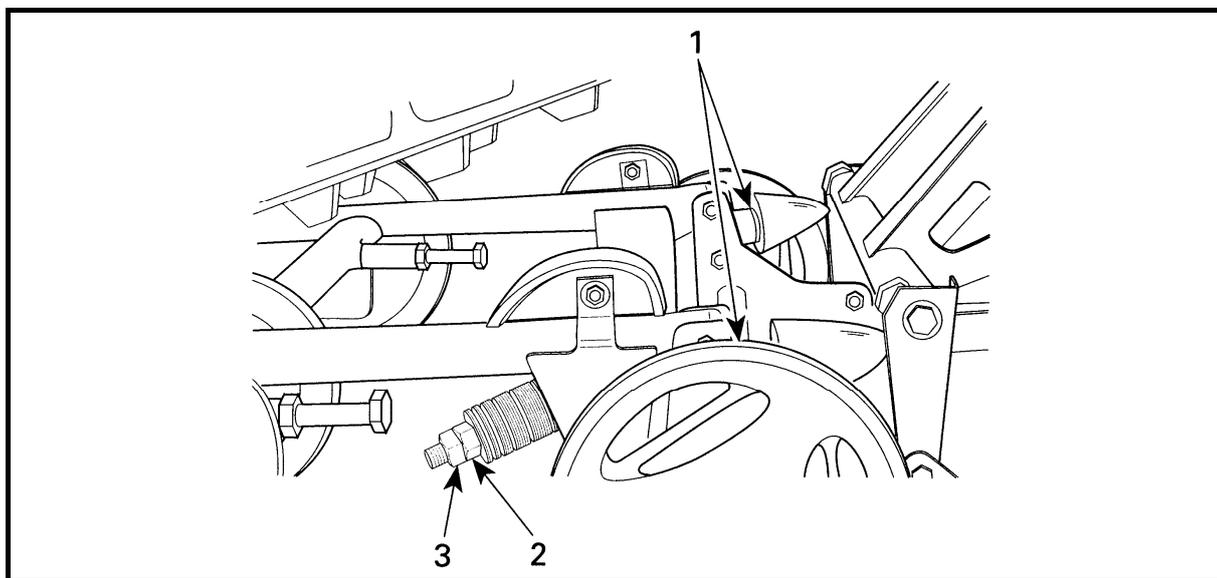

Рисунок 25 – Регулировка хода подвески
Ход подвески может быть отрегулирован в соответствии с нагрузкой на снегоход и состоянием снежного покрова (рисунок 25).
- вращением рулевых тяг добейтесь, чтобы при положении лыж "прямо–вперед" расстояние Ч (рисунок 25) между передними частями лыж было больше на 10 мм, чем расстояние Ш между задними частями лыж ($Ч-Ш=10$ мм);